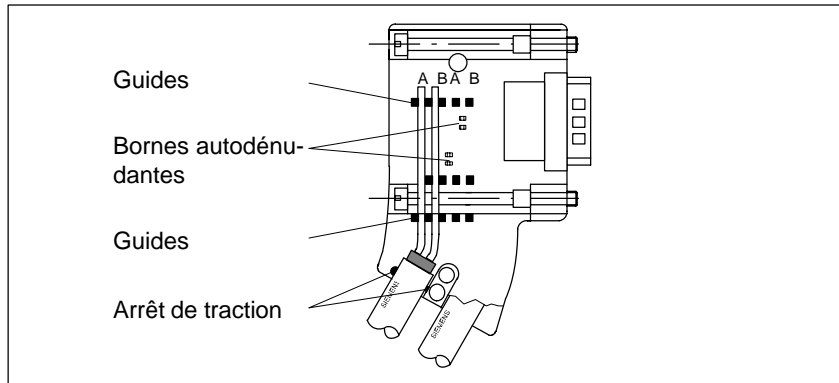

Figure 4-20 Raccordement du câble-bus au connecteur de bus (6ES7 972-0BA30-0XA0)
4. Introduisez le conducteur vert et le conducteur rouge dans les guides au-dessus des bornes autodénudantes comme indiqué à la figure 4-20.